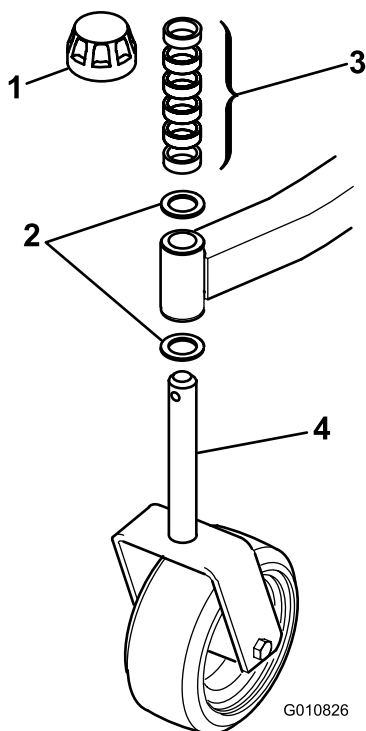
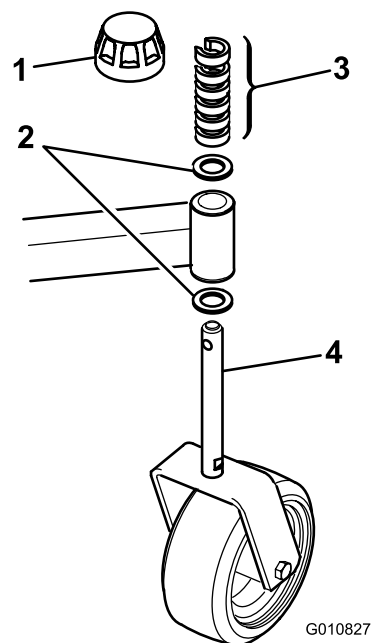

Figure 3
Figure 4
1. Retirez les chapeaux de tension des axes de pivot et retirez les entretoises et les rondelles de butée (Figure 3 et Figure 4).